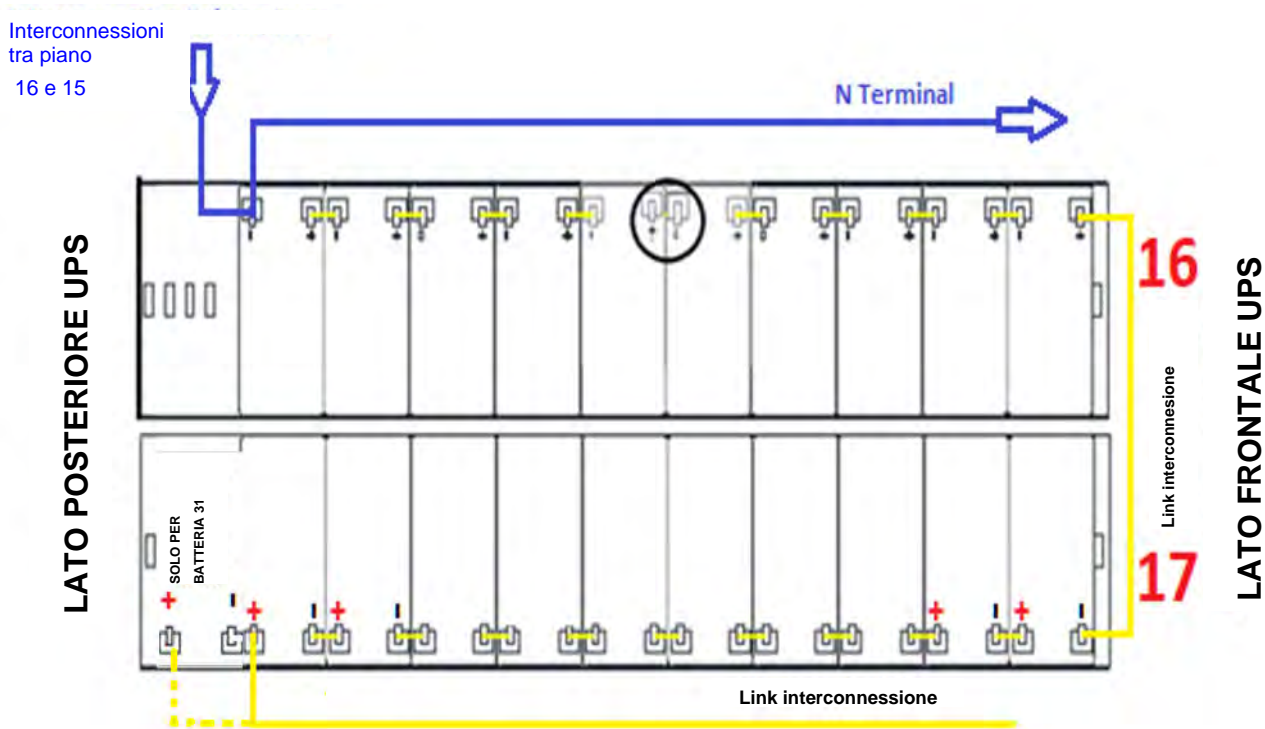

Figura 23 - Vista dall'alto piano N°6 cassette 16-17
16) Inserire il cassetto n°16 rimuovendo il ponticello cerchiato e inserendo i ponticelli come mostrato nella figura 23.